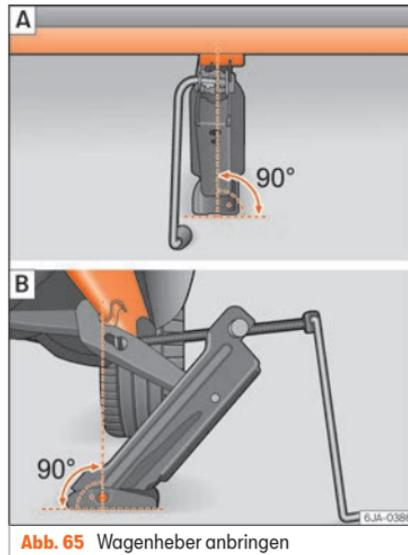

Abb. 65 Wagenheber anbringen
- Drehen Sie den Wagenheber* unter dem Aufnahmepunkt am Unterholm so weit hoch, bis sein Aufnahmehorn unter der vorgesehenen Aufnahme steht » » **Abb. 65 [A]**.
- Richten Sie den Wagenheber* so aus, dass sein Aufnahmehorn in die dafür vorgesehene Aufnahme am Längsträger „greift“ und die bewegliche Grundplatte plan auf dem Boden aufliegt » » **Abb. 65 [B]**. Die Bodenplatte muss sich dabei senkrecht unter dem Aufnahmepunkt befinden.